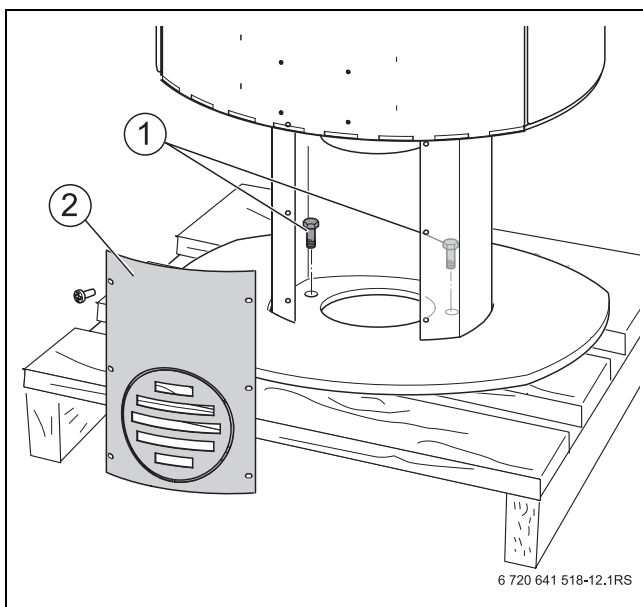

Рис. 7 Удаление транспортных фиксаторов
- Снимите крышку с решёткой (→ рис. 7, [2], стр. 11) сзади на опоре камина.
- Снимите крышку с решёткой (→ рис. 7, [2], стр. 11).
- Выломайте решётку в крышке (→ рис. 7, [2], стр. 11) и установите крышку на место.